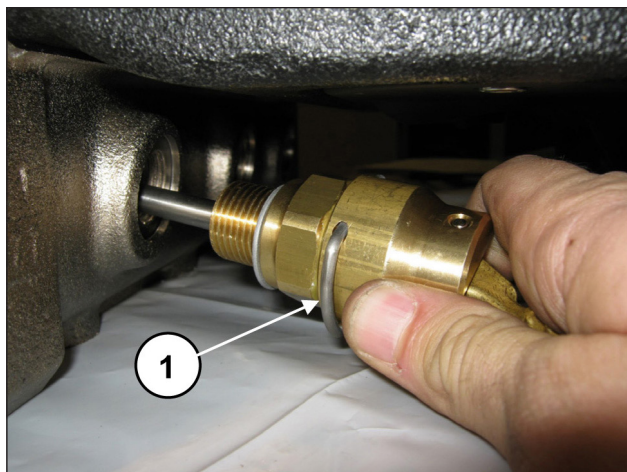
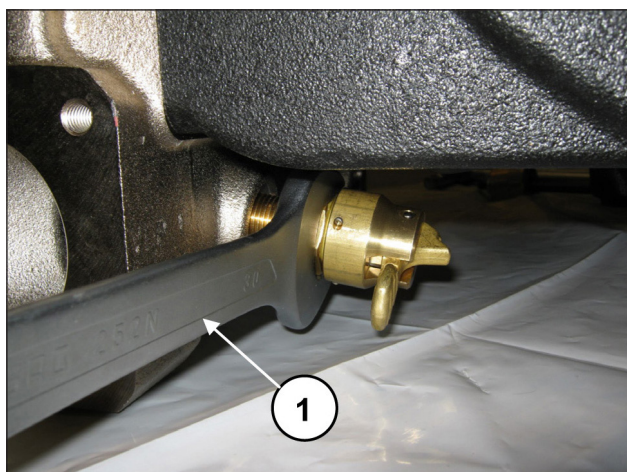

Fig. 170
Fig. 171
Applicare i dispositivi apertura valvole (pos. ①, Fig. 170) ed avvitarli mediante chiave da 30 mm (pos. ①, Fig. 171).